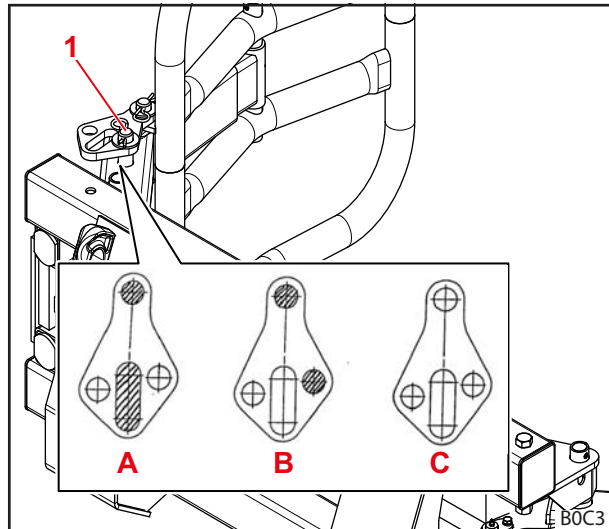

Fig. 46 Stille inn griperavstand til ballebredden hhv. ballediameteren (griper venstre)
- For rundballer med en diameter mindre enn 1,5 m settes bolten til kulissen gjennom langhullet (se hullmønster A i Fig. 46).
- For rundballer med en diameter fra 1,5 m settes bolten til kulissen gjennom hullet med kort avstand (se hullmønster B i Fig. 46).